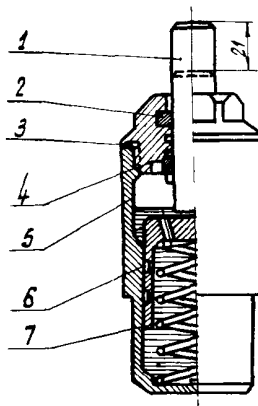

Рис.23. Масляный буфер:
17.1. Осмотреть масляный буфер. При значительных вылисах масла необходимо заменить уплотнение 2 (рис.23).